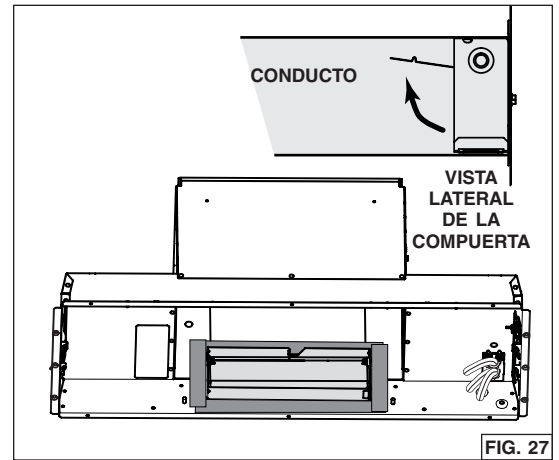

FIG. 27
- Desde el interior de la campana, deslice el adaptador/compuerta de 3¼ pulg. x 10 pulg. en el conducto horizontal, después fijarlo a la campana usando cinta adhesiva metálica para sellar la junta (FIG. 27). Asegúrese de que la compuerta abra como se muestra en la vista lateral de la compuerta.